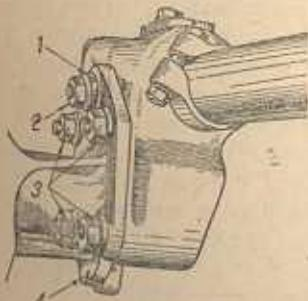

Рис. 38. Регулировка люфта в зацеплении червяка с сектором:
1. Предварительно проверь, затянуты ли гайки шпильки опорного кронштейна 3 (рис. 38) и зажимная гайка 2.
3. Отверни гайки шпилек опорного кронштейна 3 (рис. 38) на $\frac{1}{4}$ оборота и зажимину гайку 2 эксцентриковой втулки на $\frac{1}{2}$ оборота.